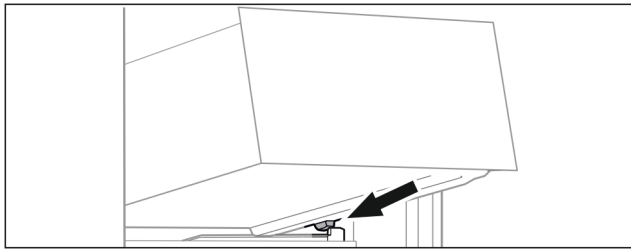

Fig. 85
- ▶ Predal postavite v poševnem položaju za zaustavljalniki na nastavek za posodo. (glejte Fig. 85)